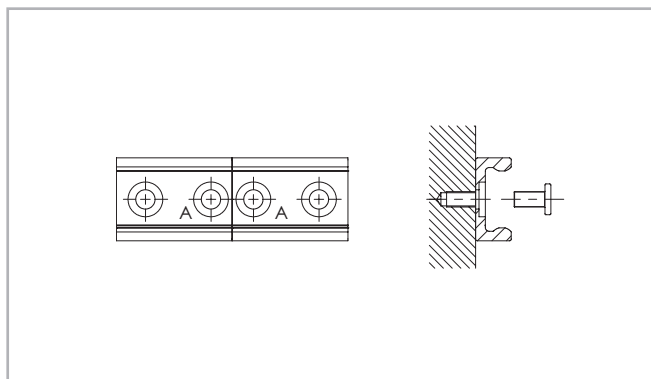

Fig. 80
- (1) Fijar las guías simples en la superficie de montaje apretando todos los tornillos salvo el último en cada unión de guía.
- (2) (Colocar los tornillos de anclaje terminal sin apretarlos (véase Fig. 80).